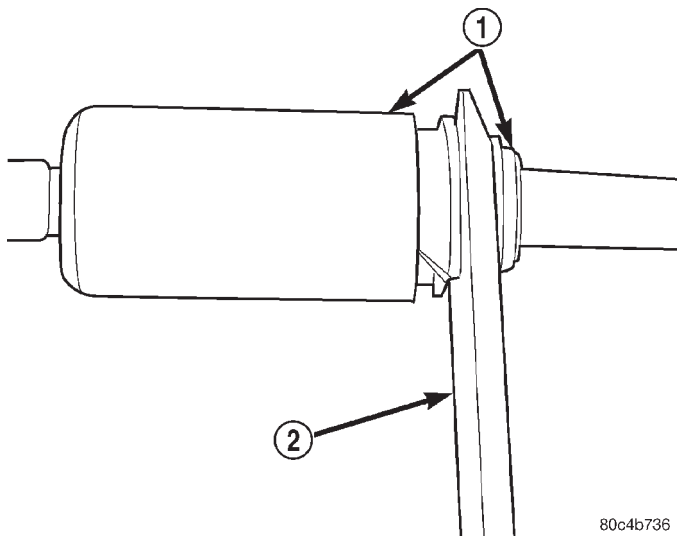

Fig. 22 Desconexión del circuito hidráulico con la herramienta 6638A
(4) Retire la bandeja de la batería del soporte.
(5) Desconecte el cable de masa en el soporte de la bandeja de la batería.
(6) Desconecte el conector del conmutador de luz de marcha atrás.
(7) Con la herramienta 6638A, desconecte el racor de conexión rápida del sistema hidráulico de embrague (Fig. 21). (Fig. 22).